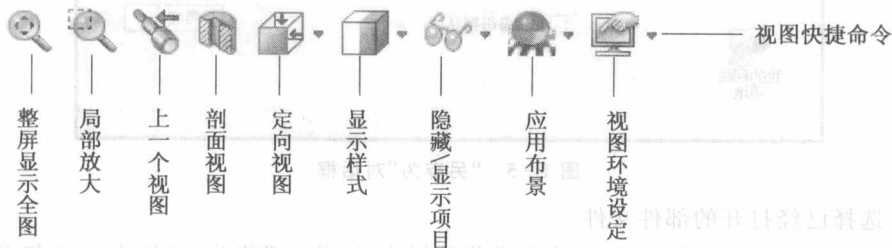

图 1-7 绘图区【视图】快捷工具栏
③ 利用绘图区顶部的“视图”快捷工具栏中的各项命令进行窗口显示方式的控制和操作,SolidWorks2009 软件的这种改进最大程度地扩大绘图区域,用户可以不打开“视图”工具条就可以实现各种视图操作,操作方便、快捷,如图 1-7 所示。